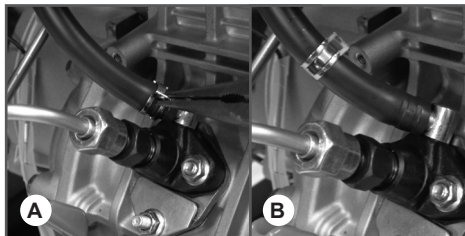

Рис. 8 Хомут топливного шланга
2. Сожмите плоскогубцами хомут топливного шланга со стороны топливного насоса (Рис. 8А) и сдвиньте хомут в сторону (Рис. 8В).